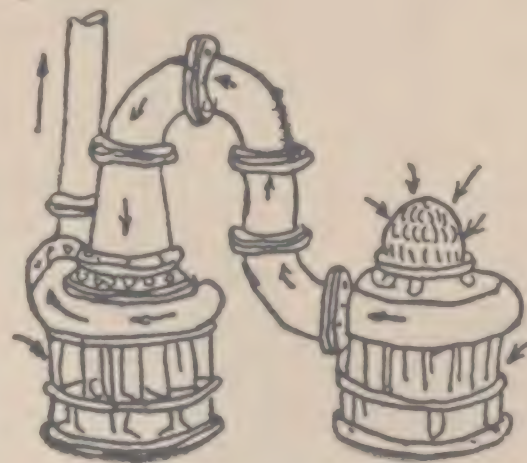

图1 两部水轮泵的串连
4、天旱越久，水位的落差越高，打水也就越多，扬程高时，还可把两部串连起来安装，扬程可提高一倍（图1）。